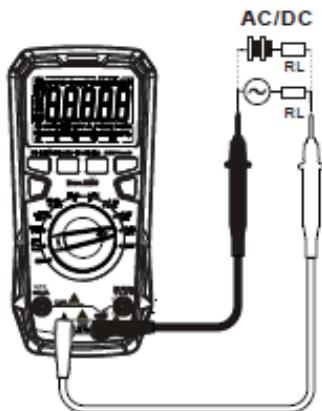

Рисунок. 15
**Измерение постоянного и переменного тока (Рисунок 15)**